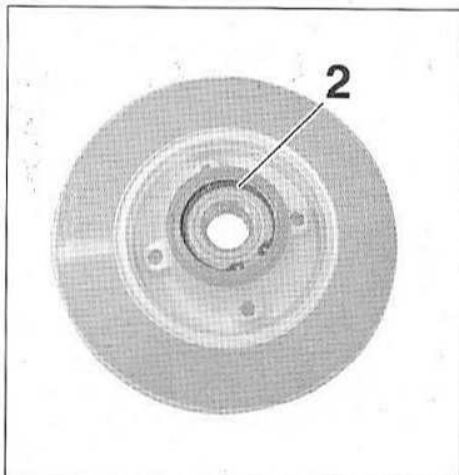

FIG.56
- Déposer le circlips (2) (Fig.56).